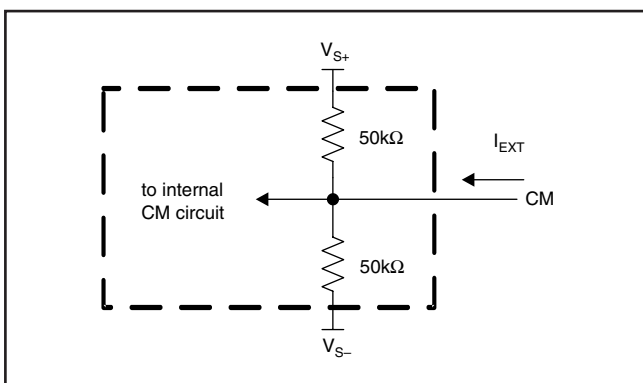

図61. CM入力回路
同相出力電圧は、CM端子における電圧で設定されます。CM電圧を電源の midpoint の $\pm 0.5V$ 以内に設定すると、内部の同相制御回路が同相出力電圧を設定電圧から $0.25mV$ (標準値) のオフセット内に制御します。CM端子をオープンにしておくと、同相電圧設定点は内部回路により電源の midpoint に設定されます。この設定点は、外部信号源からオーバードライブすることができます。図61はCM入力の略図です。デバイス内部のCM回路は約 $230MHz$ の帯域幅であり、これは最適特性に必要です。しかし、CMはDCバイアス入力端子であることを目的としています。出力のノイズを低減するため、この端子にはバイパス用コンデンサを推奨します。内部の抵抗分圧器をオーバードライブするために要する外部電流は、式 (2) で与えられます。